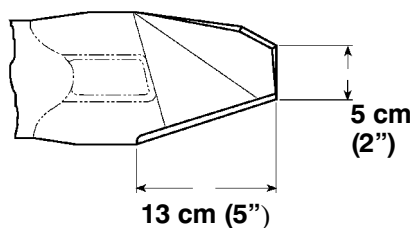

Figure 27
**Remarque :** Ne pas limer la lame à plus de 13 cm (5") de ses extrémités, ni à moins de 5 cm (2") de son bord de fuite (Fig. 27).